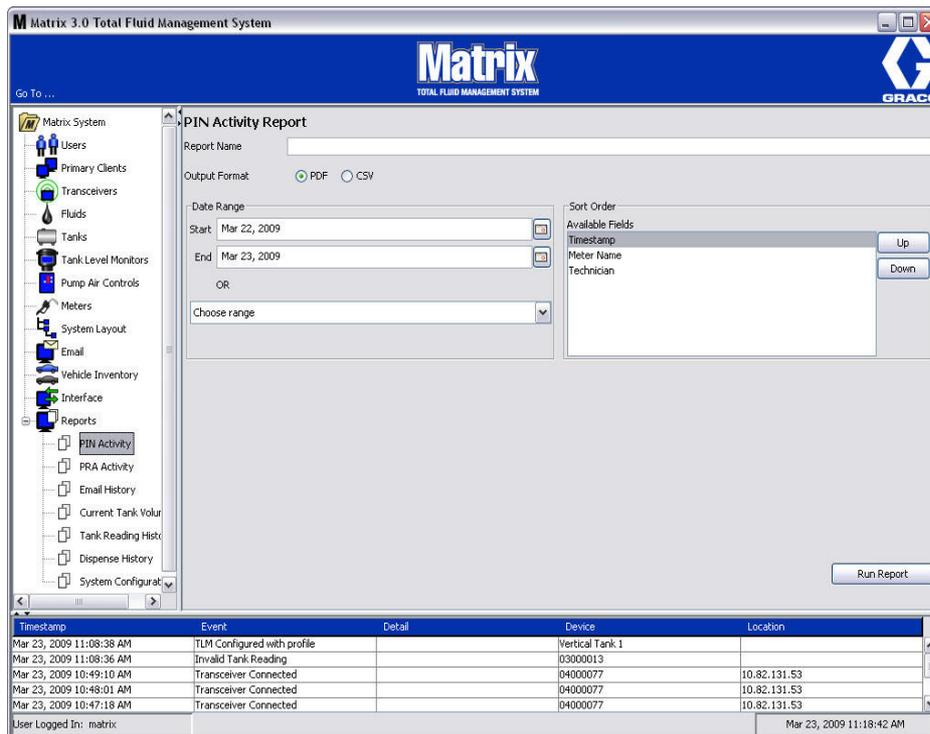

ABB. 167
• **PIN-Aktivität (ABB. 167):**